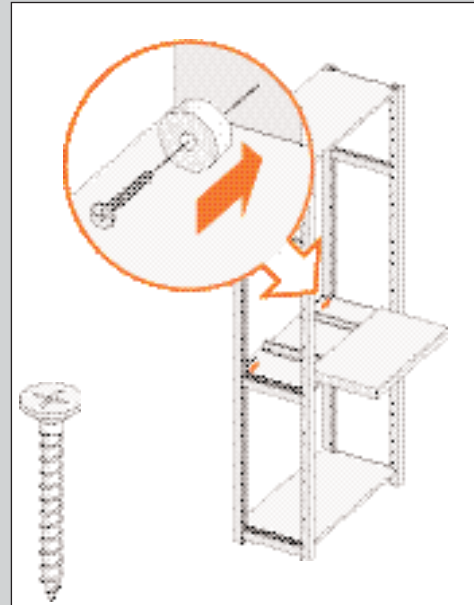

ABBILDUNG 85
- Montieren Sie den Kippschutz (Kunststoffstopper) direkt über dem Fachboden hinten in die Ständer. Damit wird vermieden, dass der Fachboden beim Ausziehen des Fernsehbodens kippt (siehe Abb. 85).